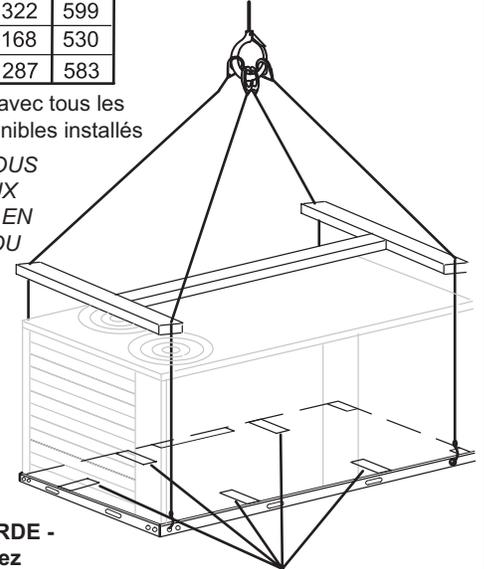

FIGURE 4
Pour soulever l'unité, fixez quatre câbles dans les trous du rail de base de l'unité. Reportez-vous à la FIGURE 4.
Soulevez partiellement l'unité et retirez les cinq (5) supports en L qui fixent le panneau de base de protection. Reportez-vous à la FIGURE 4.